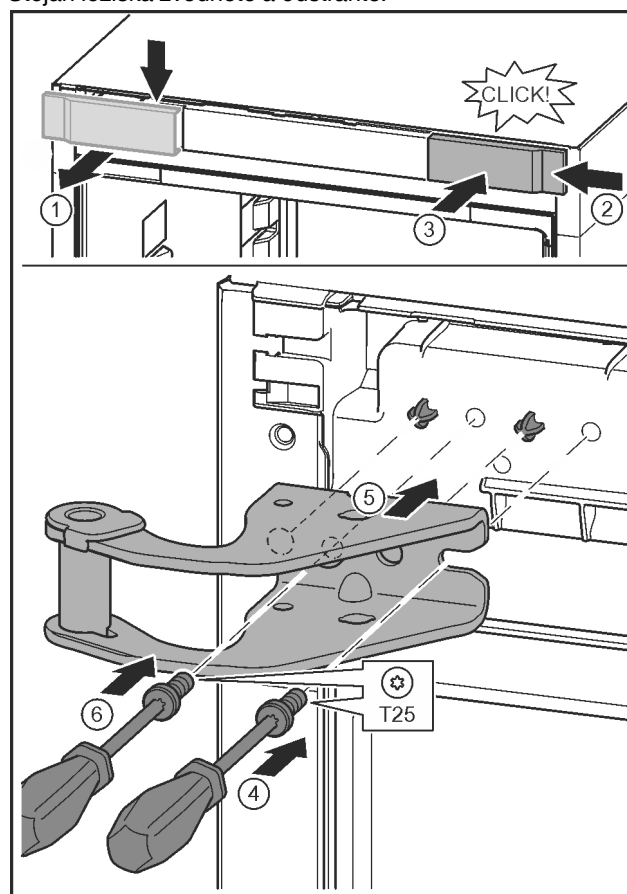

Fig. 13
- ▶ Kryt uvolněte a sejměte do strany. *Fig. 13 (1)*
- ▶ Kryt otočený o 180° zavěste na druhé straně zprava. *Fig. 13 (2)*
- ▶ Zaklapněte kryt. *Fig. 13 (3)*
- ▶ Šroubovákem T25 nasadte šrouby. *Fig. 13 (4)*
- ▶ Nasadte horní stojan ložiska. *Fig. 13 (5)*
- ▶ Utáhněte šroub. *Fig. 13 (4)*
- ▶ Šroubovákem T25 vložte šroub a utáhněte. *Fig. 13 (6)*